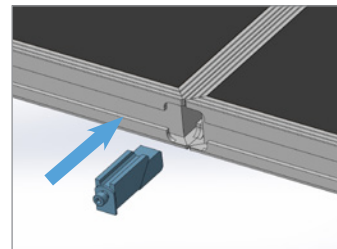

Bild Nr. 5
1. Beim Aufbau einer Bühnenfläche werden für die inneren Elemente die X-Verbinder mit Steg (schwarz, Bild 4) und für die äußeren Elemente die Schnellverbinder kurz (Bild Nr. 5) verwendet.
2. Die Schnellverbinder kurz werden in die Montageturm des Alurahmens eingeschoben und mit einem Steckschlüssel festgeschraubt (Bild Nr. 5+6)